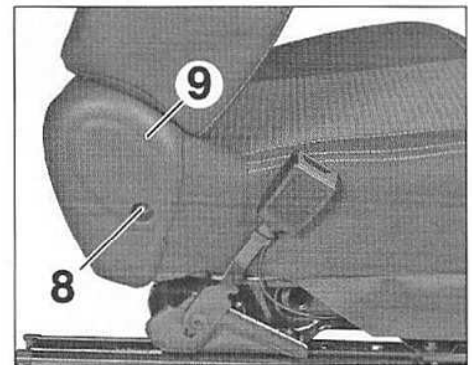

FIG.9
- Déposer (Fig.9) :
- la vis (8),
- la garniture (9).